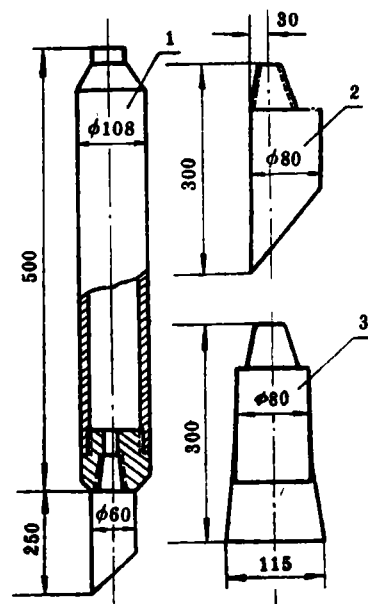

图8
(2) 处理台阶 常用办法是扩孔磨掉。若岩石较硬,偏斜角度大,残存台阶大于钻孔直径,则用冲击凿岩法较为有效。所用冲击钻具如图8。先用小径偏心冲头,后用一字形冲头